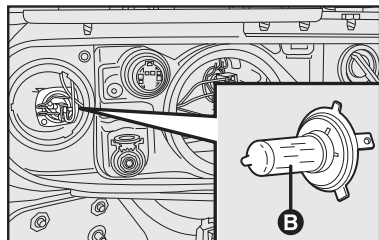

fig. 19
FARÓIS BAIXOS - fig. 19
- Extrair a lâmpada **B-fig. 19** e substituí-la;